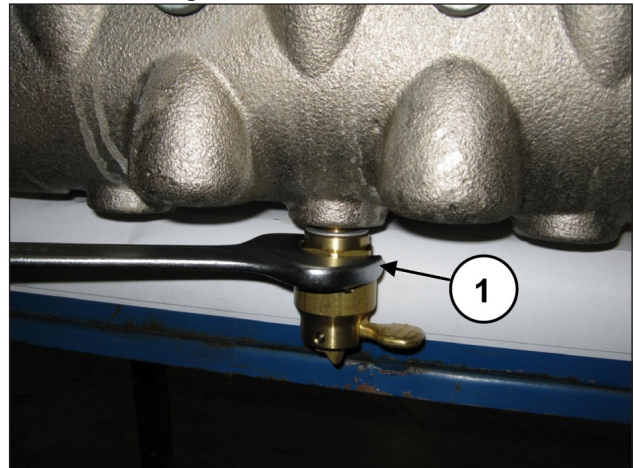

Fig. 103
Solte o dispositivo de abertura da válvula mediante chave de 30 mm (cód. ①, Fig. 103).